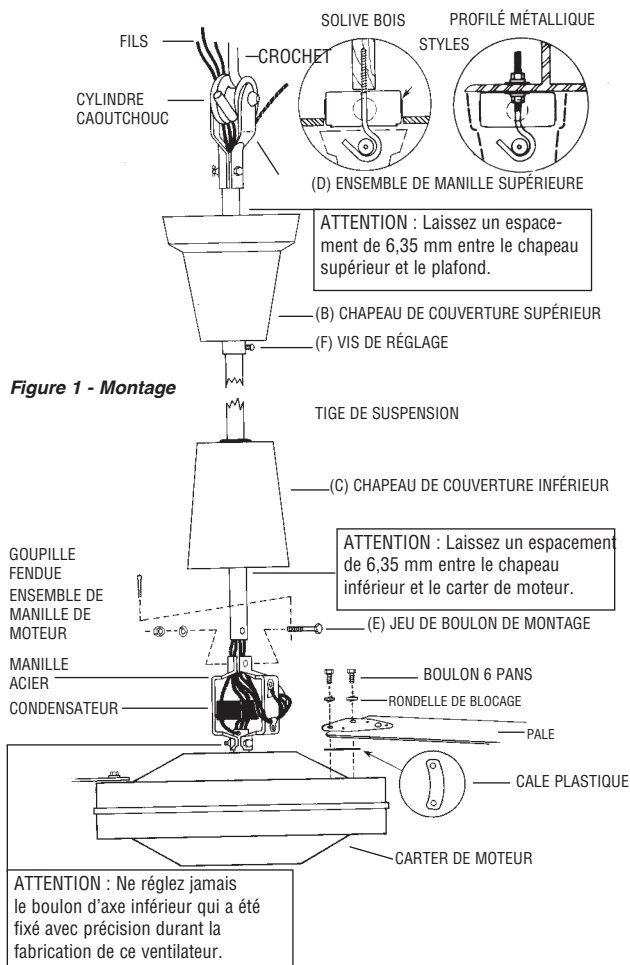

Figure 1 - Montage
Enlevez soigneusement la rondelle élastique et l'écrou 6 pans (voir la Figure 1).
**ATTENTION :** Les pales doivent être fixées sur le moteur comme montré en Figure 1. N'inversez PAS les pales à l'installation.